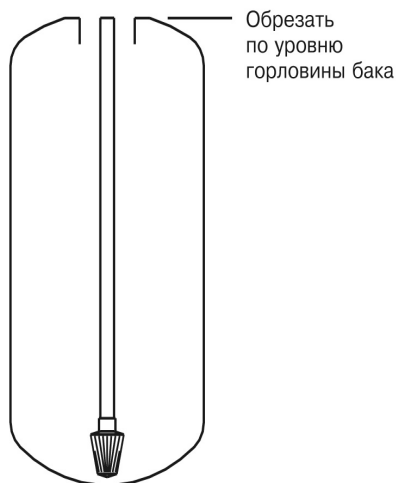

Рис. 3
2. Установите и отцентрируйте распределительные трубы с нижним дистрибьютором в корпусах установки (рис. 3).
3. Обрежьте трубу дистрибьютора в соответствии с рис. 3.